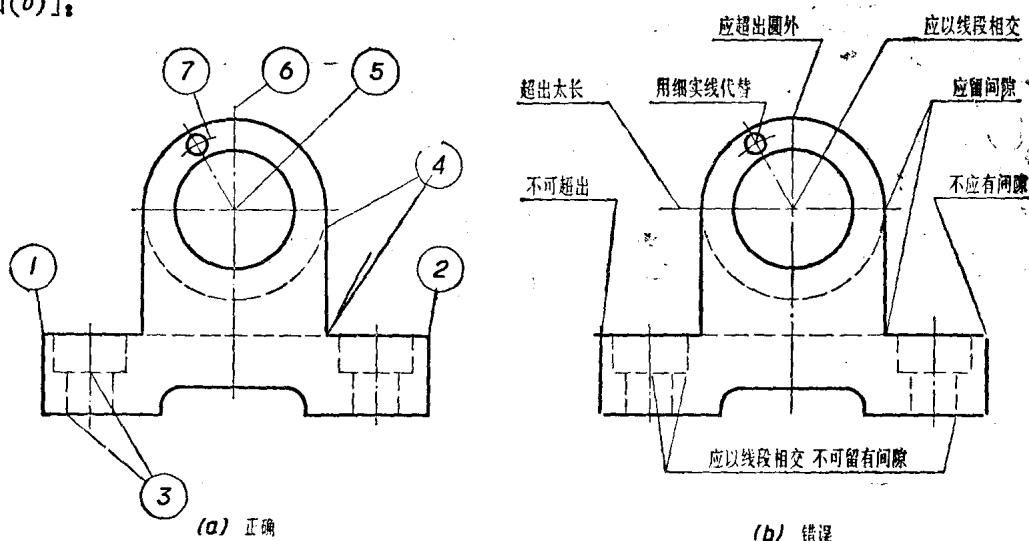

图 1-11 图线在相交、相切处的画法
同一图样中的同类图线,其宽度应保持基本一致,长度和间隔也应大致相同,而且要画得光滑、美观。怎样才能达到这些要求呢?除了通过一定时间的练习、记住各种图线的规格外,还要掌握削铅笔的技巧,以及正确使用工具和仪器,并应注意以下几点[对比图 1-11(a)和(b)],
(一) 粗实线与粗实线相交时,其相交处既不可留有间隙,也不可超出线外,见图 1-11(a)中的①和②。
(二) 虚线与虚线以及与其他图线相交时,应以线段相交,不可留有间隙,见图 1-11(a)中的③。
(三) 虚线为粗实线的延长线(或延长弧)时,粗实线应画到分界点,虚线则留有间隙,见图 1-11(a)中的④。
(四) 点划线用作圆的中心线时应以线段相交,而不应以点相交,见图 1-11(a)中的⑤,且应超出圆外约 2~5 毫米,见图 1-11(a)中的⑥。对于较小的圆,可用细实线代替点划线,见图 1-11(a)中的⑦。